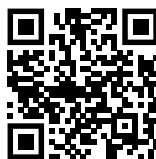

Fig. 86
- ▶ Avaa Liebherr SmartMonitoring Dashboard. (katso Fig. 86) Jääkaapissa tai pakastimessa: